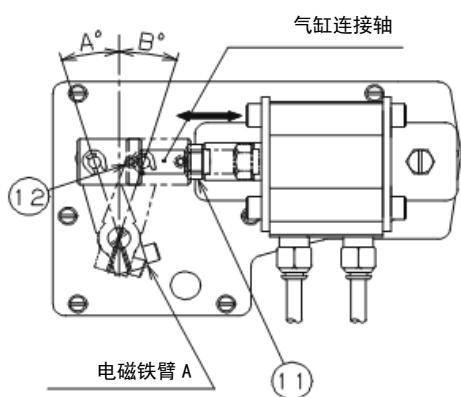

Fig.23
接通马达的电源，对踏板进行反踏，启动气缸。这时，要通过目视确认电磁铁臂 A 的动作角度 A, B 是否均等。如果不均等，需拧松气缸连接轴螺母⑪（1 处）及电磁铁套环固定螺丝⑫（1 处），旋转气缸连接轴进行调整，使电磁铁臂的动作角度 A, B 均等。调整后，拧紧气缸连接轴螺母⑪（1 处）及电磁铁套环固定螺丝⑫（1 处）。（Fig.23）